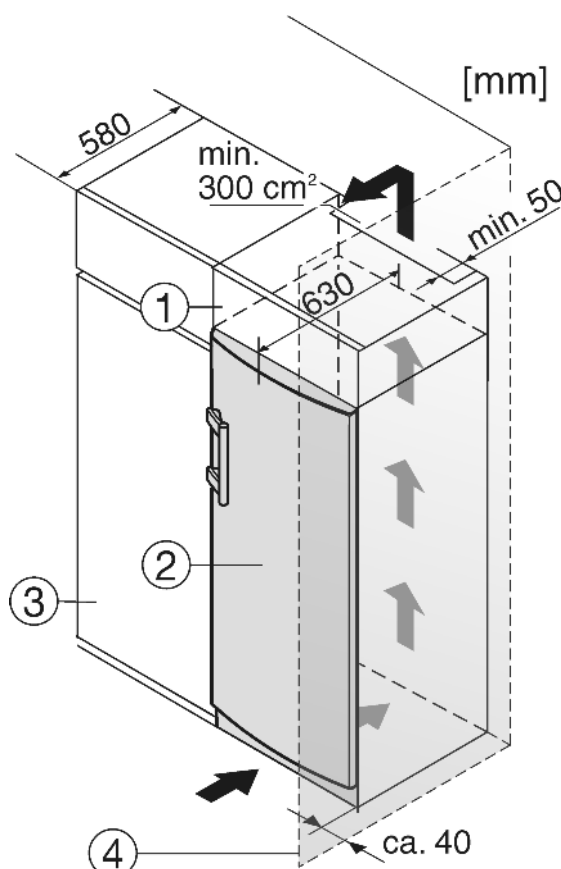

Fig. 8
Aparatul poate fi refăcut cu dulapuri de bucătărie. Pentru a aduce aparatul Fig. 8 (2) la același nivel cu mobilierul de bucătărie, se poate monta deasupra aparatului un dulap suspendat Fig. 8 (1).
În cazul conversiei constructive cu dulapuri de bucătărie (grosime max. 580 mm) aparatul poate fi amplasat imediat lângă dulapul de bucătărie Fig. 8 (3). Ușa aparatului iese în lateral cu 34 mm și în centrul aparatului cu 50 mm față de cu suprafața frontală a dulapului de bucătărie. Aceasta poate fi, astfel, deschisă și închisă fără probleme.
Atunci când aparatul este montat cu balamalele lângă un perete Fig. 8 (4), distanța dintre aparat și perete trebuie să fie de minim 40 mm. Această valoare corespunde proeminenței mânerului cu ușa deschisă.